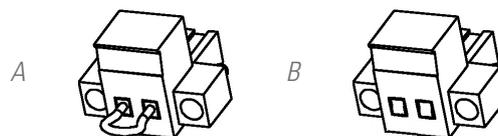

Fig. 10. Connecteur pour l'EPO externe.
- Au retrait du connecteur femelle de la prise où il est inséré. Ce connecteur a un câble connecté en mode pont qui ferme le circuit (voir Fig. 10-A).
- Ou en appuyant sur le bouton externe à l'équipement et appartenant à l'utilisateur et installé entre les bornes du connecteur (voir Fig. 10-B). La connexion dans le bouton poussoir doit être dans le contact normalement fermé